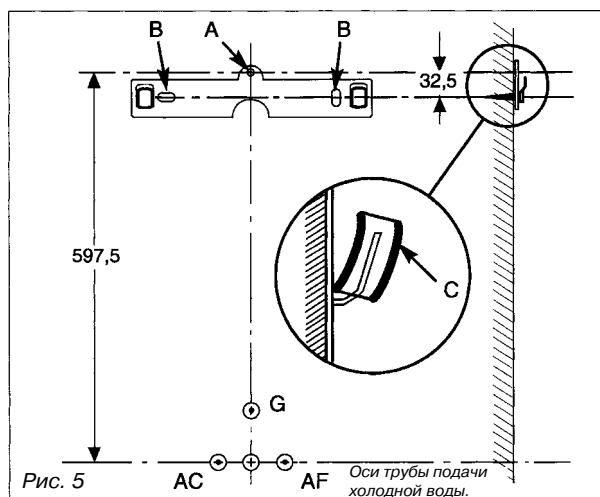

Рис. 5
- Посадить верхние отверстия каркаса на опорные выступы крепёжной пластины (рис. 5).